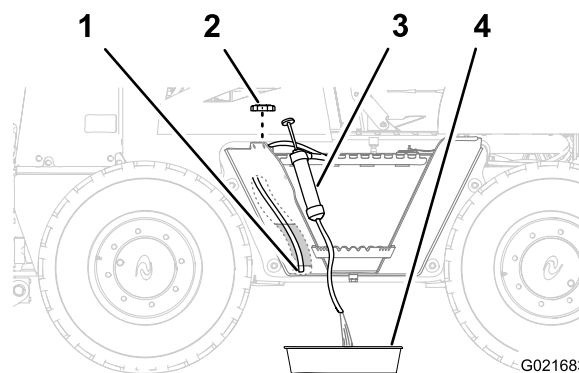

Figura 55
1. Retire el tapón de combustible del depósito de combustible (Figura 55).
2. Pase la manguera de admisión del equipo de sifonaje por el cuello de llenado del depósito de combustible hasta llegar al fondo del depósito (Figura 55).
3. Introduzca la manguera de descarga del equipo de sifonaje en un recipiente de vaciado (Figura 55).
6. Coloque el tapón de combustible en el cuello de llenado del depósito de combustible (Figura 55).